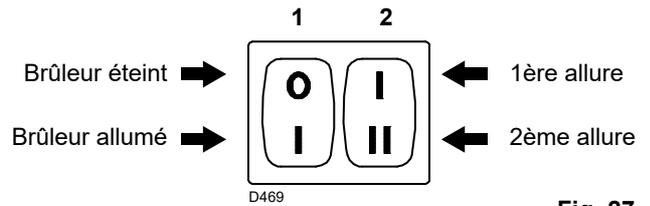

Fig. 27
- l'interrupteur 1)(Fig. 27) en position « Brûleur allumé »;
- l'interrupteur 2)(Fig. 27) en position « 1ère allure ».
Placer maintenant l'interrupteur 2)(Fig. 27) en position 2ème allure: le servomoteur ouvrira le volet d'air et simultanément le papillon de gaz à 90°.
Placer l'interrupteur 2)(Fig. 27, page 25) en position 1ère allure: Le servomoteur 1) fermera le volet d'air et, simultanément, fermera le papillon gaz jusqu'à 15°, c'est à dire jusqu'à la valeur réglée en usine.
- S'il faut l'augmenter, passer en 2ème allure en agissant sur l'interrupteur 2)(Fig. 27, page 25) et augmenter légèrement l'angle du levier orange par de légers déplacements successifs, c'est-à-dire aller de l'angle 15° à 17° - 19°...